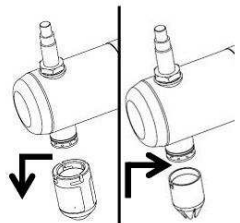

Abb. 10
- Ersetzen Sie die Reinigungsdüse durch die Garniertülle (Abb. 10)